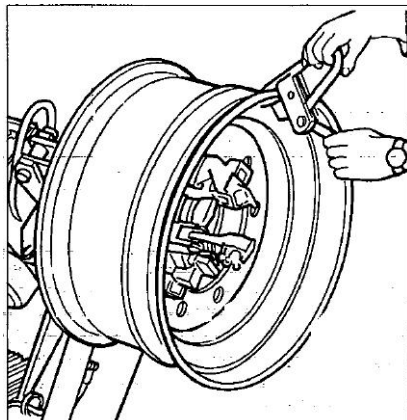

Рис. 23
3) Закрепите зажим РС к внешней закраине в верхнем положении (см. рис. 23)
- 3) Закрепите зажим РС на внешней закраине обода в верхней точке (см. рис. 23)